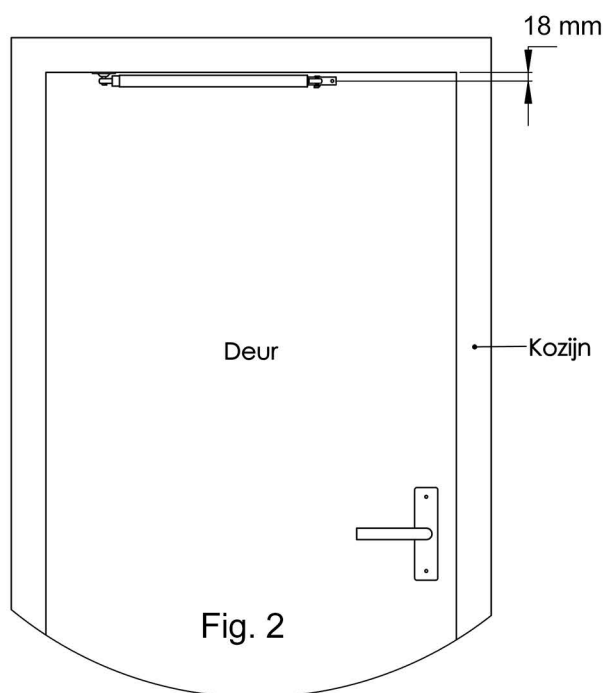
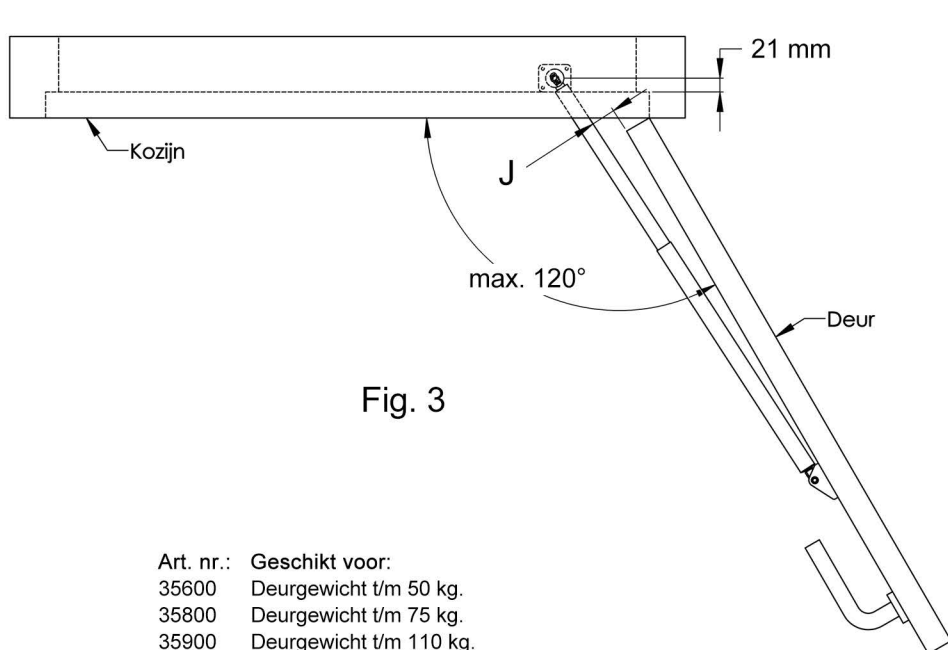

Fig. 2
Fig. 3
1. Bevestig de afdekkap (L) aan de beschermbuis (K) en plaats deze over de zuigerstang (D).
2. Draai de schroefogen (A) voor horizontale deuren aan de uiteinden van de demper (C en D) **en borg deze met een druppel lijm.**
4. Controleer of de deur maximaal 120° geopend van worden, (fig 3) zodat uitgesloten wordt dat de deur na montage van de demper bij een storm of rukwind niet beschadigd kan worden door een achterliggend opstakel.
6. Breng nu de demper in de juiste richting naar boven in de dag en op de deur en bepaal vervolgens de maat (J) op minimaal 40 mm.
7. Teken vervolgens de gaten van de bevestigingsplaat (E) af, en bevestig deze met 4 schroeven (rnd. 4 x 30 mm.) aan het kozijn.
9. Sluit de deur en teken de gaten van de bevestigingssteun (F) op de juiste hoogte af (fig 2) en bevestig deze met de bijgeleverde schroeven.
10. Voorzie de draaidelen van een beetje vet en bevestig de demper aan de deur en het kozijn en borg deze met de bijgeleverde clips (H)
13. Opmerking: Als achteraf blijkt dat de deur toch nog tegen een achterliggend opstakel komt, is dit eenvoudig op te lossen door de bevestigingssteun (F) (fig. 3) te demonteren en vervolgens te verplaatsen.